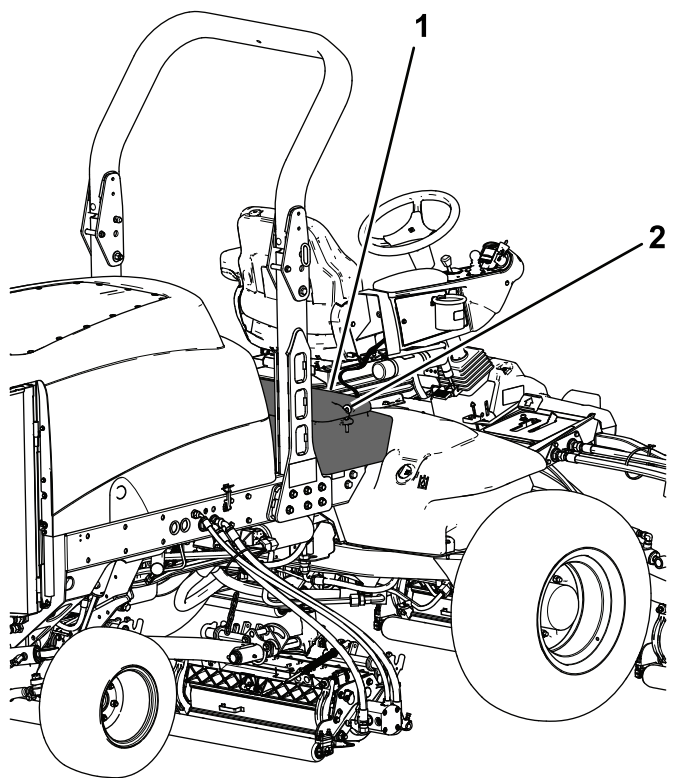

図 83
- 運転席のコンソールパネルのラッチを外して持ち上げる 図 83。